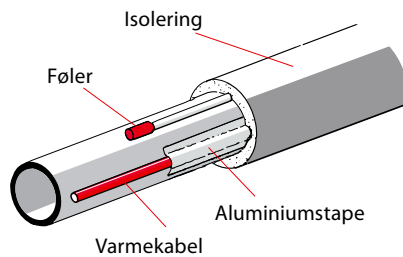
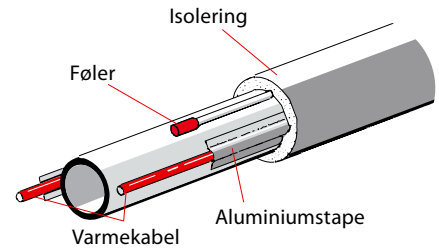

Fig. 7
Fig. 8
1. Et eller flere kabler føres i en lige linje langs rørets side, se fig. 7 og fig. 8.